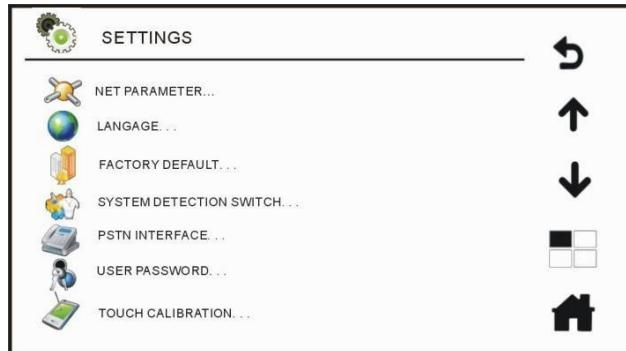
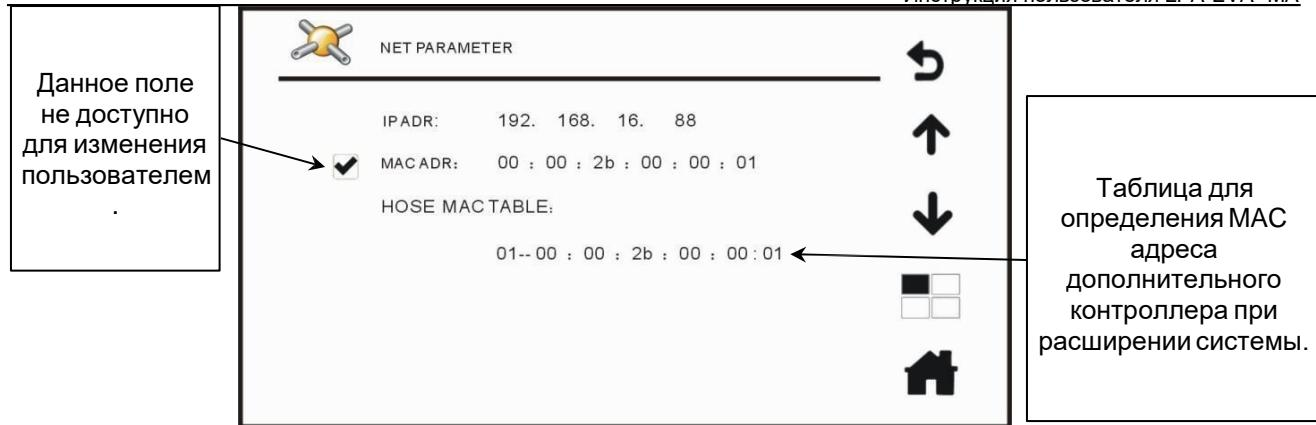

Рис. 4.25. Главное меню системных настроек
Рис. 4.26. Меню сетевых параметров
1. В окне **SETTINGS** (системные настройки), которое изображено на Рис. 4.25, нажмите кнопку подменю **NET PARAMETER** (сетевые параметры) и войдите в меню сетевых параметров для просмотра сетевой конфигурации системного оборудования. Здесь же можно делать запросы MAC-адресов оборудования. Меню сетевых параметров изображено на Рис. 4.26.
2. В окне **SETTINGS** (системные настройки), которое изображено на Рис. 4.25, нажмите кнопку подменю **LANGUAGE** (язык) , чтобы войти в окно выбора языка системы и установите флажок напротив выбранного в списке языка: так вы сможете переключить интерфейс системы на удобный язык.